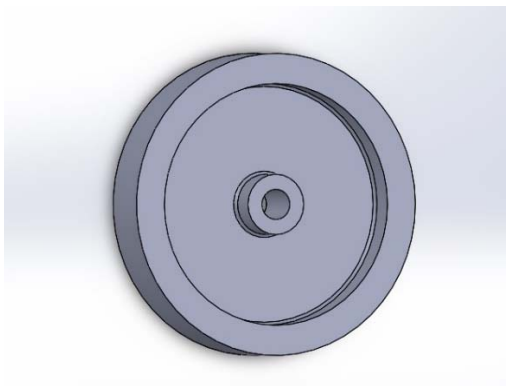

Рис. 5.1. Исходная модель
1. Создать модель SolidWorks (рис. 5.1).